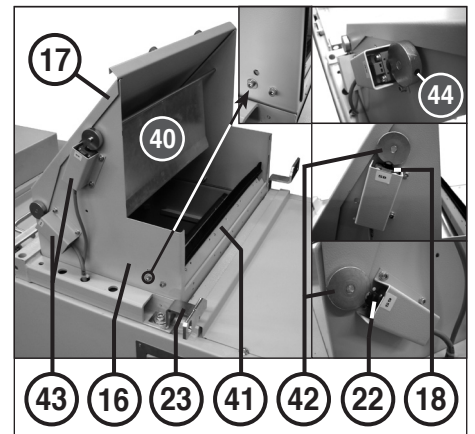

Abb. 6
- 18 = Endschalter S8 (Abb. 6 und 7)
- 22 = Endschalter S9 (Abb. 6 und 7)
- 40 = Schaltklappe (Abb. 6)
- 41 = Bürstenleiste (Abb. 6)
- 42 = Schaltnocken (Abb. 6)
- 43 = Schalterabdeckung (Abb. 6)
- 44 = Gewindestift (Abb. 6)